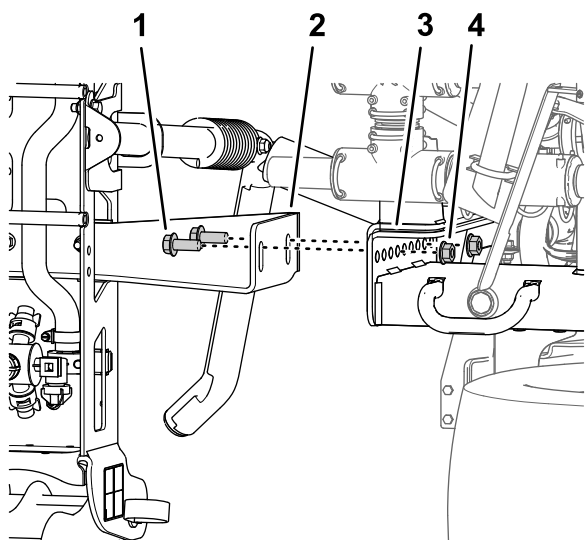

Figure 47
4. Retirez les 4 boulons à embase (1/2" x 1 1/4") et les 4 contre-écrous à embase (1/2") qui fixent les supports de la section de pulvérisation centrale à la plaque de montage sur le cadre de la machine, et déposez la section de pulvérisation centrale de la machine (Figure 47).